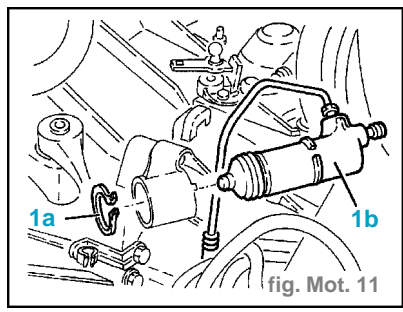

fig. Mot. 11
- Enlever l'anneau ressort (1a) et dévissier du support le cylindre opérateur (1b) et le remettre latéralement sans désassembler sa tubulure. (fig. Mot. 11)